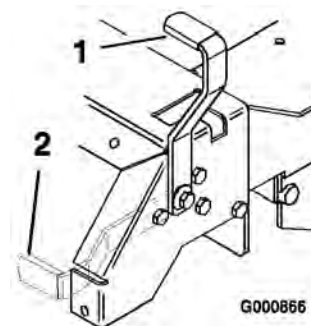

Bild 7
2. Ziehen Sie den Feststellbremshebel nach hinten und oben, um die Feststellbremse zu aktivieren (Bild 7). Der Feststellbremshebel muss fest in der aktivierten Stellung bleiben.
Drücken Sie den Feststellbremshebel nach vorne und unten, um die Feststellbremse zu lösen (Bild 7).